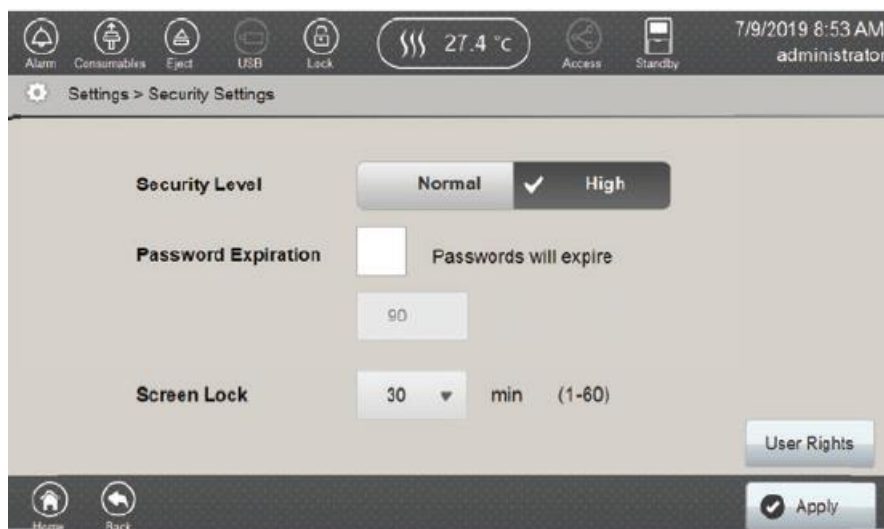
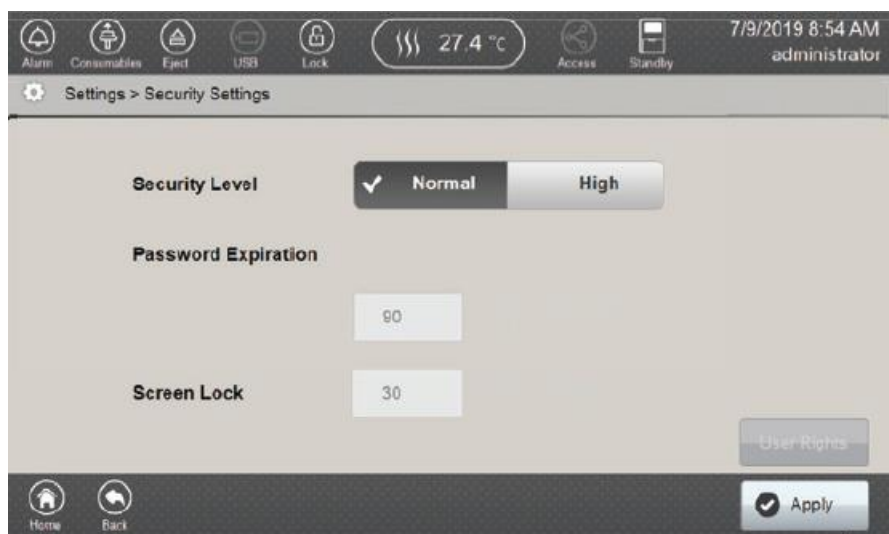
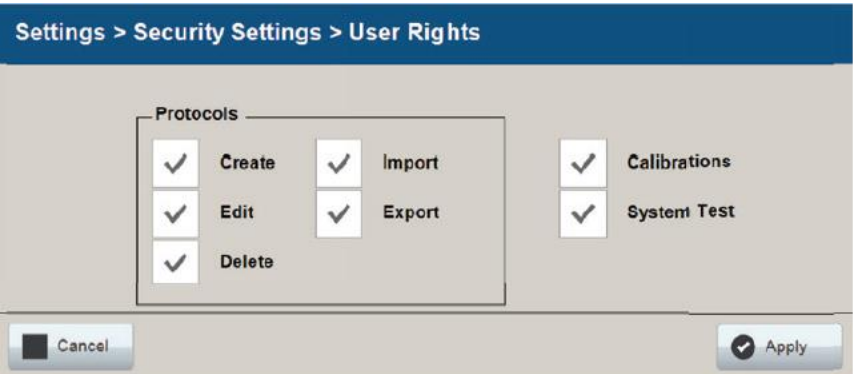

図 162 High-level の Security Settings 画面
図 163 Normal-level の Security Settings 画面
図 164 User Rights 画面
1. Settings 画面から **Security Settings** を選択し、Security Settings 画面を開いてください。High と Normal の security level（図 162、図 163）では、Security Settings 画面が異なります。
1. High Security Level で Security Settings 画面（図 162）の右下にある **User Rights** を選択すると、User Rights 画面（図 164）が開きます。